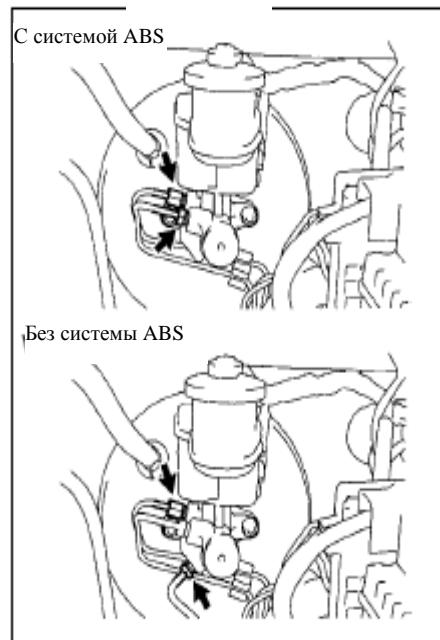

Рис. 269
- (2) Подсоедините два шланга подачи тормозной жидкости к главному тормозному цилинду с помощью специального приспособления.(автомобили с ABS) (рис. 269)
- (3) Подсоедините три шланга подачи тормозной жидкости к главному тормозному цилинду с помощью специального приспособления (автомобили без ABS) (рис. 269)